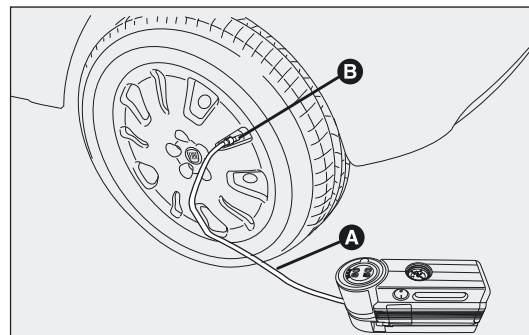

fig. 143
- ☐ Trek de handrem aan. Draai de ventieldop los, neem de vulbuis A-fig. 143 uit en draai de ring B op het ventiel van de band;